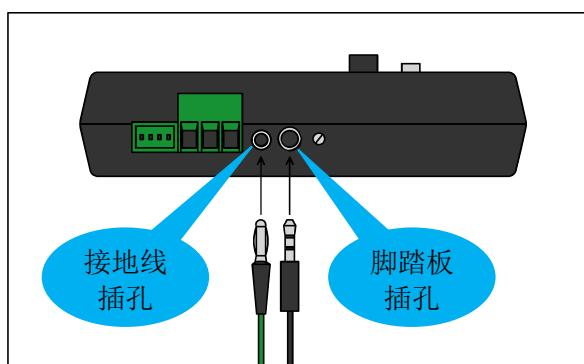

图 5：测试表底侧面插孔
- 3) 用配套接地线把测试表接地 (图 5 所示)
- 4) 用配套缆线连接测试表和脚踏板 (图 5 所示)